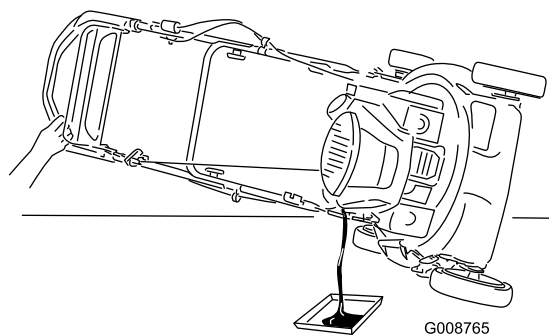

Рисунок 38
7. Переверните машину на одну сторону так, чтобы маслозаливная горловина была направлена вниз, для слива отработанного масла через маслозаливную горловину на поддон для сбора масла (Рисунок 38).